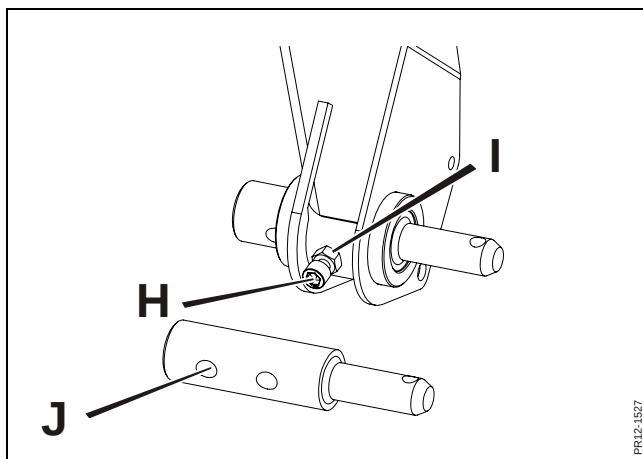

Fig. 2-2
**Fig. 2-2** Indstilling af træktappenes placering: Kontramøtrik **I** løsnes og bolt **H** drejes ud. Tappen forskubbes og fikseres over centerhullet **J**, bolten spændes og kontramøtrikken spændes.